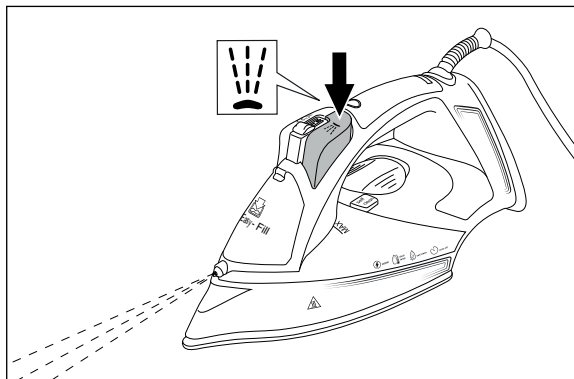

Fig. 8
- 3) Pulse el botón de la función de rociado  **5** (consulte la fig. 8).